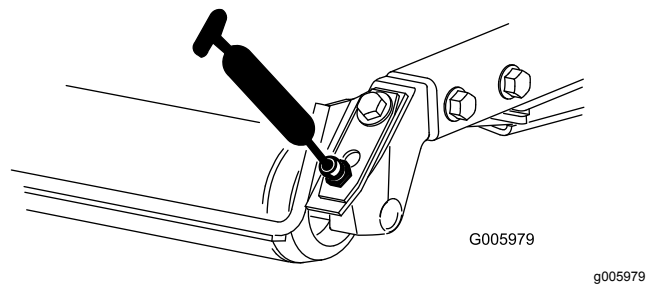

Figure 48
- Roulements de rouleau arrière (2 par plateau de coupe) (Figure 48)